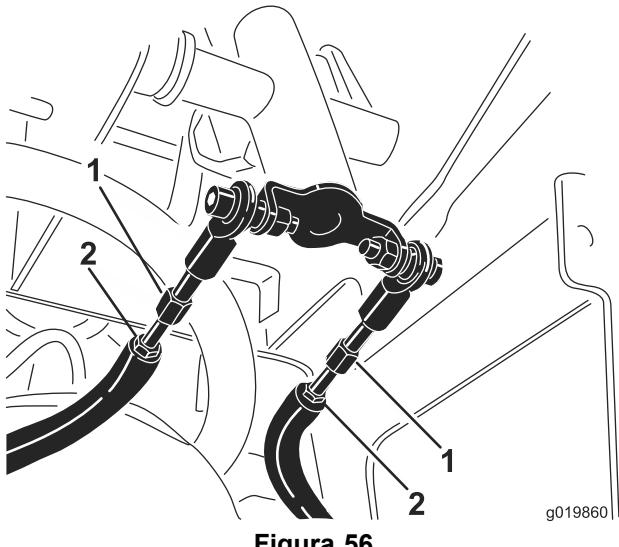

Figura 56
- D. Afloje las contratuerzas de las varillas de tracción, debajo del panel de control (Figura 56).